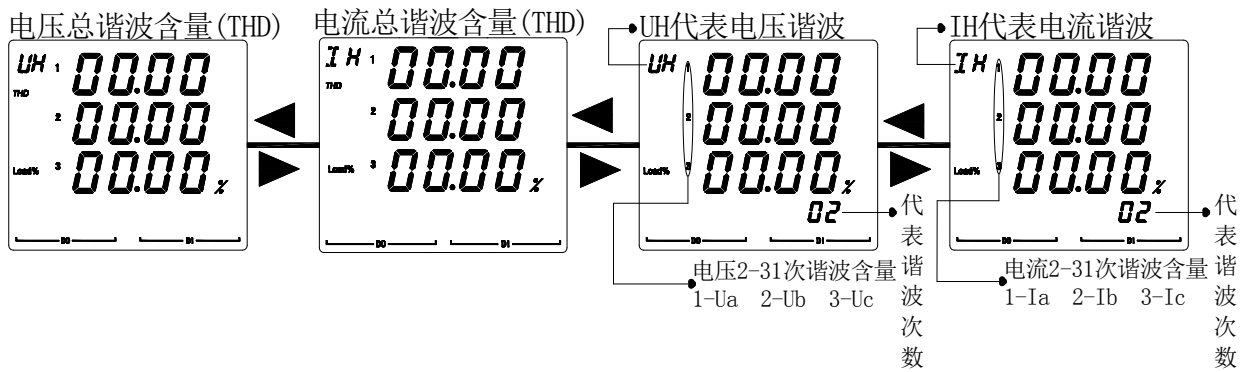

图 20
5.2.5 查看 DEMP-AC3-DXX-E 仪表的谐波参数步骤如图 20 所示